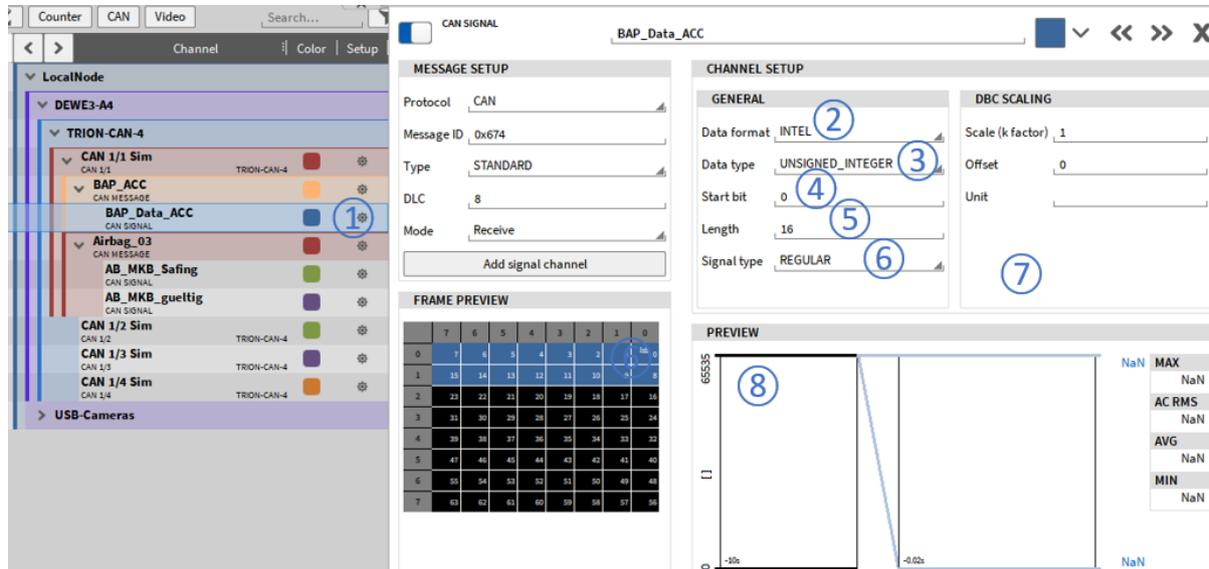

Abb. 7.208: CAN-Signal-Setup
Das CAN-Signal-Setup kann durch Drücken der Zahnrad-Taste des jeweiligen CAN-Signals in der Kanal-liste aufgerufen werden (siehe ① in Abb. 7.208).
- Datenformat (siehe ② in Abb. 7.208): Intel oder Motorola
- Datentyp (siehe ③ in Abb. 7.208): Double, Float, Signed Integer oder Unsigned Integer
- Startbit (siehe ④ in Abb. 7.208) das Startbit des Signals innerhalb seiner Nachricht
- Länge (siehe ⑤ in Abb. 7.208) innerhalb seiner Nachricht
- Signaltyp (siehe ⑥ in Abb. 7.208): Regulär, Multiplexer oder Multiplexor
- DBC-Skalierung (siehe ⑦ in Abb. 7.208): Ändern der Skalierung des Signals
- Vorschau: (siehe ⑧ in Abb. 7.208): Die Vorschau zeigt die letzten 10 Sekunden des Signals an, um zu überprüfen, ob die richtigen Einstellungen auf das Signal angewendet wurden.